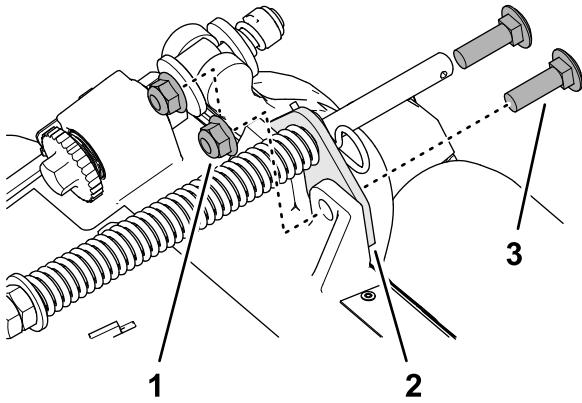

图 14
2. 拆下将草坪补偿支架固定到滚刀组架的 2 个凸缘锁紧螺母 $\frac{3}{8}$ 英寸和 2 个托架螺栓 $\frac{3}{8} \times 1\frac{1}{4}$ 英寸 图 14。